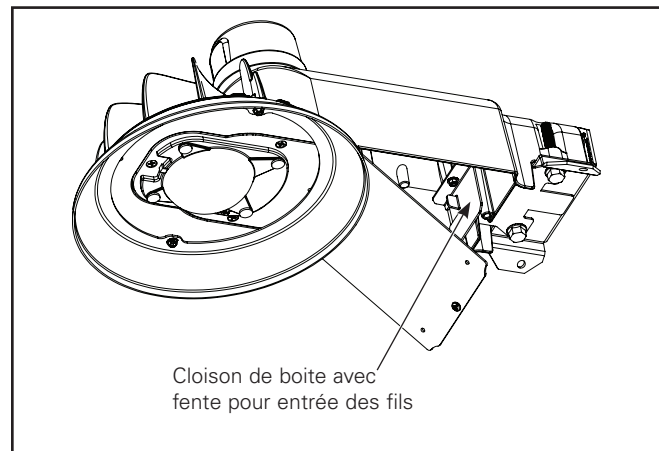

Figure 7.
1. Ouvrez le luminaire à l'aide du tournevis et laissez pendre la porte d'accès sur la charnière. (Figure 7.)